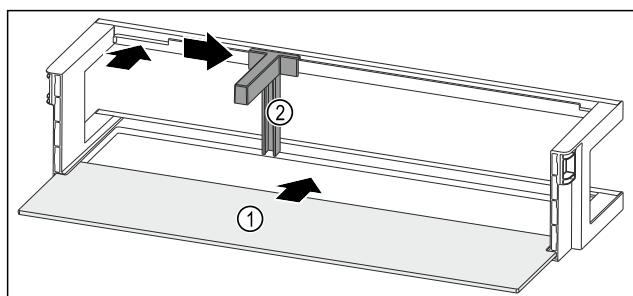

Fig. 246 Balconnet de contre-porte avec tablette de rangement
- Insérer la tablette de rangement Fig. 246 (1) dans les évidements latéraux.
- Insérer le range-bouteilles Fig. 246 (2) dans l'évidement.
- Pousser le range-bouteilles Fig. 246 (2) sur le côté en position souhaitée.